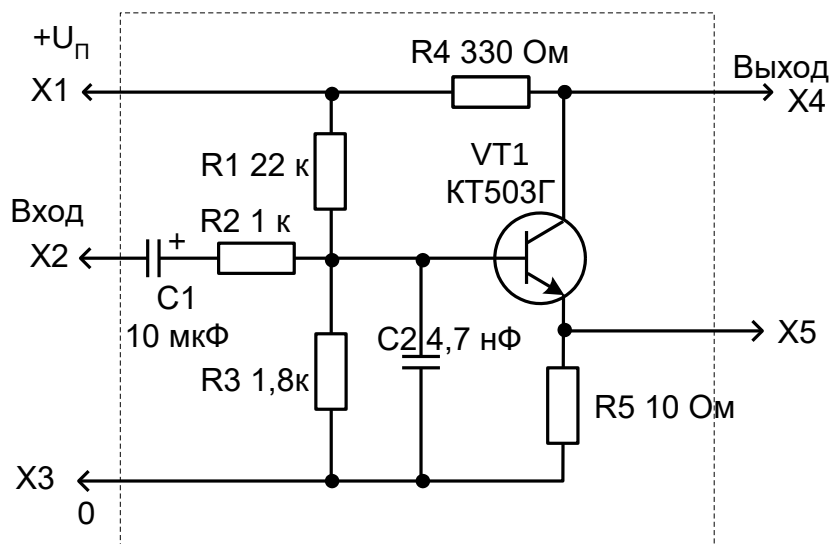

Рис. 1.4. Схема блока усилительного каскада с общим эмиттером.
12. Миниблок **«Усиительный каскад с общим эмиттером»** служит для исследования однокаскадных и двухкаскадных транзисторных усилителей. Его схема изображена на рис. 1.4. Конденсатор C1 является разделительным, а конденсатор C2 служит для уменьшения верхней границы полосы пропускания.